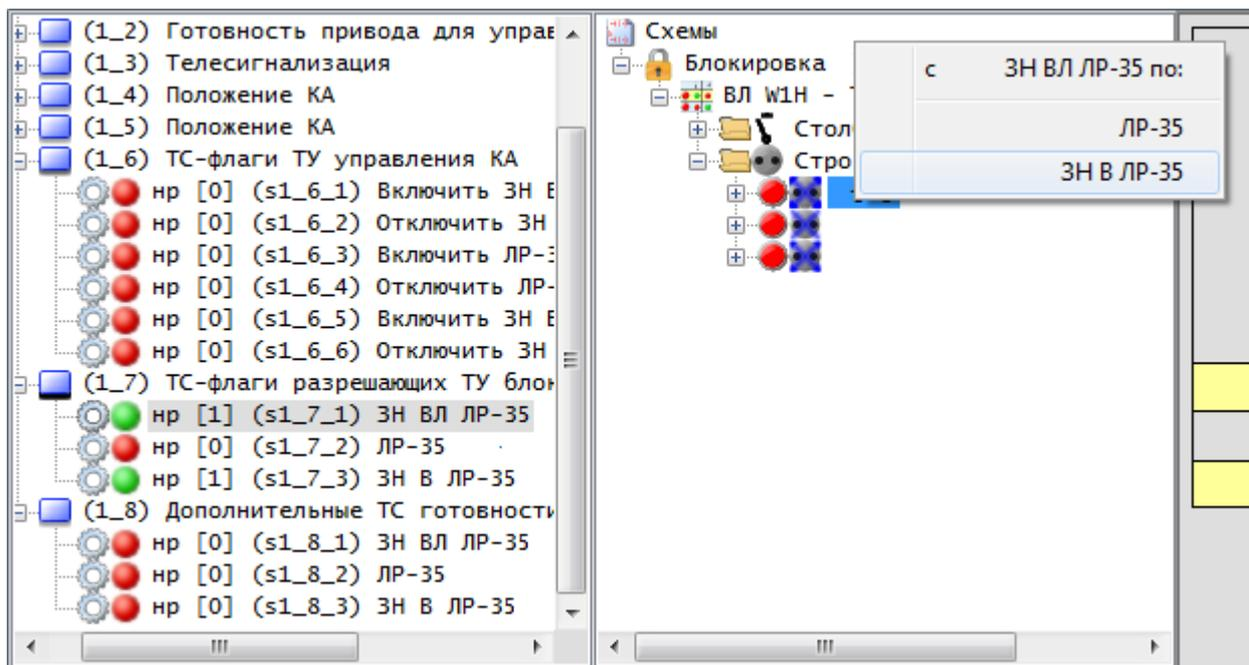

Рис. 6.35. Выбор последнего сигнала, который необходимо привязать «мастеру».
- В контекстном меню (списке сигналов) нужно выбрать последний сигнал, который необходимо привязать (смотрите Рис. 6.35).